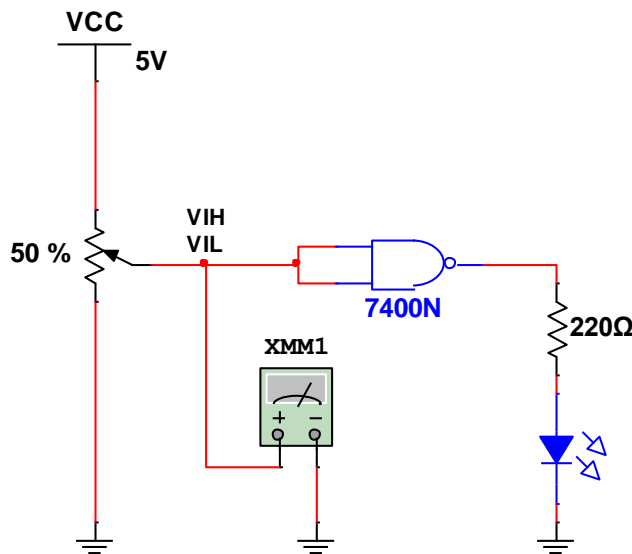

Figura 1
La medición de estos parámetros se realiza de acuerdo con el circuito mostrado en la figura 1. Colocando un voltaje variable a la entrada de la compuerta, el voltaje de la entrada se varía para obtener un cambio en la salida.
- Implemente el circuito de la figura 1.